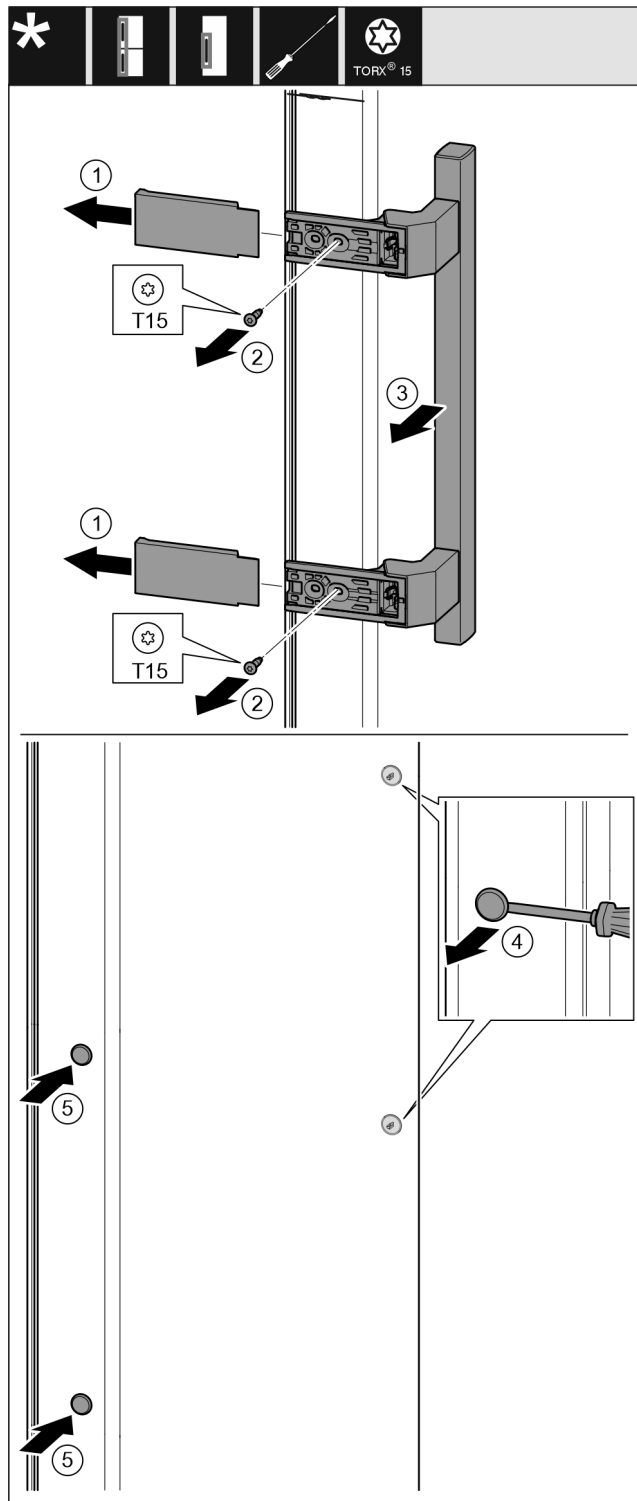

Fig. 16
- ▶ Свалете капака. Fig. 16 (1)
- ▶ Отвийте винтовете с отвертка T15. Fig. 16 (2)
- ▶ Свалете дръжката. Fig. 16 (3)
- ▶ С плоска отвертка внимателно повдигнете страничната тапа и я извадете. Fig. 16 (4)
- ▶ Отново поставете тапата от другата страна. Fig. 16 (5)